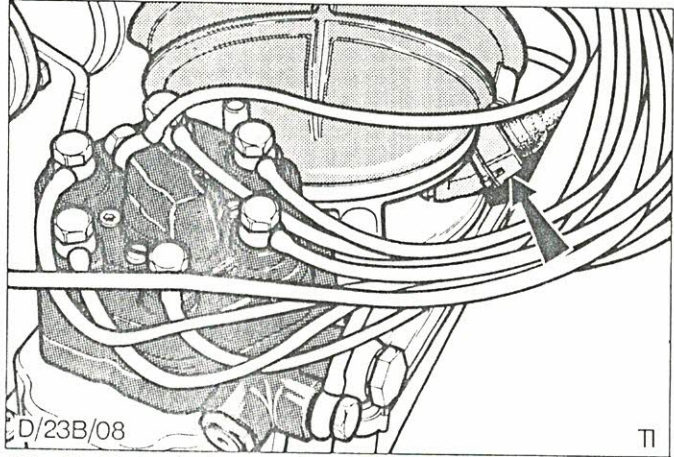

Abb.83 Sicherheitsschalter - Stauscheibe
10. Stecker vom Sicherheitsschalter - Stauscheibe abziehen, Abb.83.